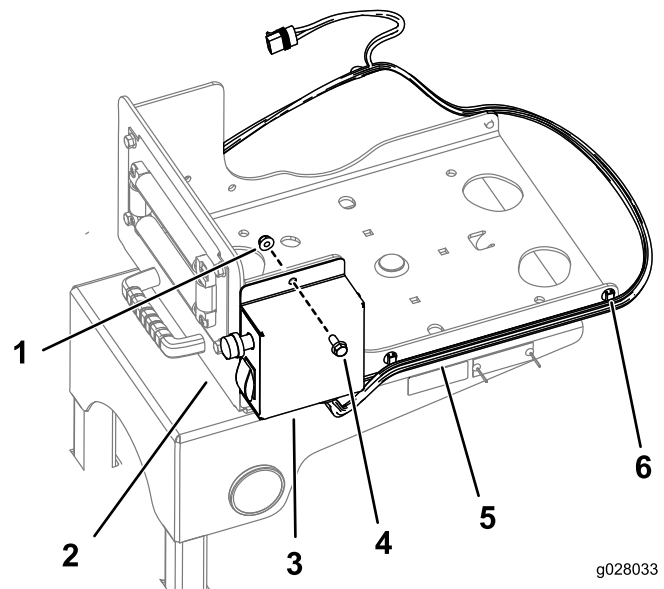

Bild 21
- Befestigen Sie den Schaltkasten mit zwei Schrauben (5/16"-18 x ¼") und zwei Bundmuttern (5/16"-18) an der Schwenkplatte, wie in Bild 21 abgebildet.
- Befestigen Sie den Kabelbaum mit den vorhandenen Clips an den Seiten der Schwenkplatte (Bild 21).